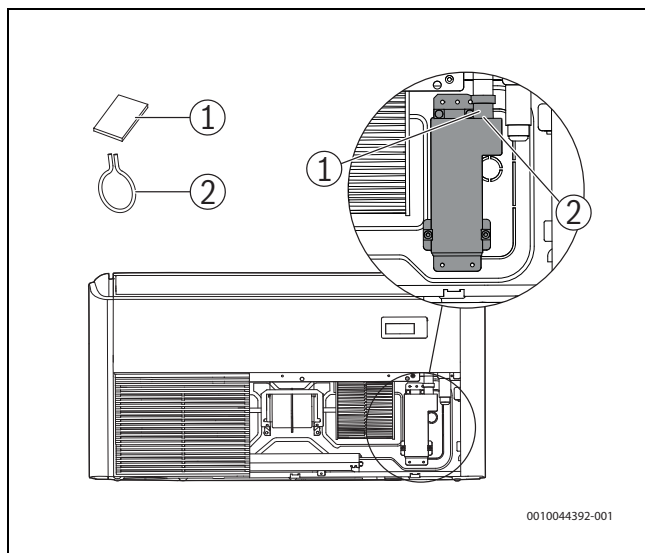

Fig. 30
- ▶ Retirar la espuma (→ fig. 30 [1]) de la salida de condensados, a continuación desmontar la abrazadera (→ fig. 30 [2]).
- ▶ Retirar las tapas de las válvulas de un par de conexión (→ fig. 30 y 113, [1], [2] y [3]).